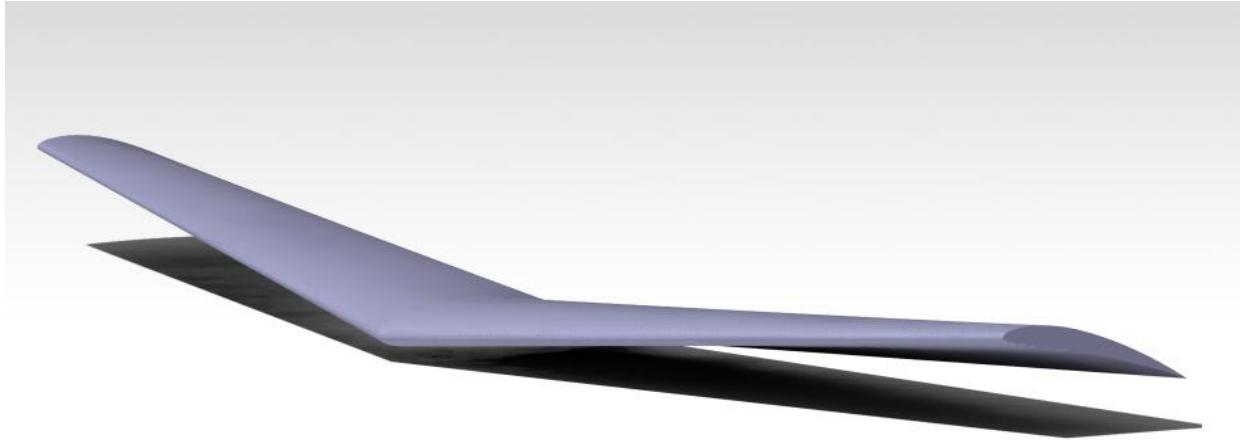

Figura 29. Ejemplo resultado final del diseño de un ala cualquiera
*Part Design* de CATIA para obtenerla. Por último, comentar que al trabajar con superficies se debe realizar cuando se acabe de trabajar un *Join* que contenga las diferentes operaciones realizadas dentro del módulo *Wireframe and Surface Design* para unir todas los elementos. En la Figura 29 se ilustra un ejemplo del resultado final de la realización del proceso de diseño paramétrico explicado en este apartado.